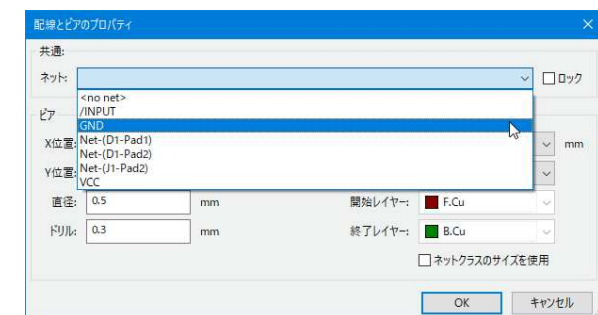

図 A-9
① 右ツールバー「ピアを追加」選択
② ビア：0.50mm を選択
③ 基板上の任意のところにピアを追加
④ ESC でツール選択解除
⑤ マウスポインタを追加したピアに合わせてショートカット E
⑥ ネットを GND とする。図 A-9